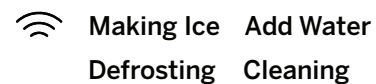

Figura 3
3. El agua comenzará a circular y el indicador de "Limpeza" se iluminará sobre el lado izquierdo de la unidad para confirmar que la unidad se encuentra ahora en el proceso de limpieza. Ver figura 3. Luego de tres minutos el agua dejará de circular y el indicador de "Limpeza" se apagará.